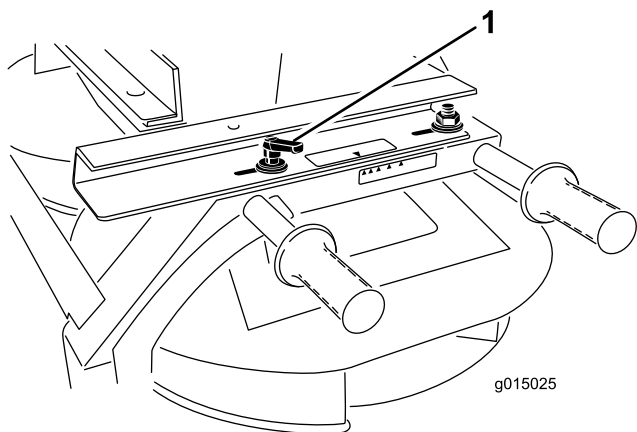

Figura 5
1. Afloje la palanca situada en cada lado del doble rotor (Figura 5).